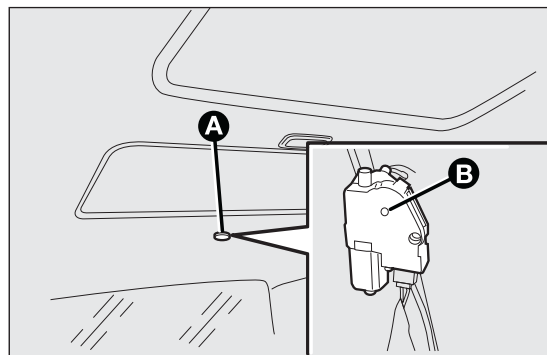

fig. 67
- ☐ quitar el tapón de protección A fig. 67 situado en la parte posterior del revestimiento interior;